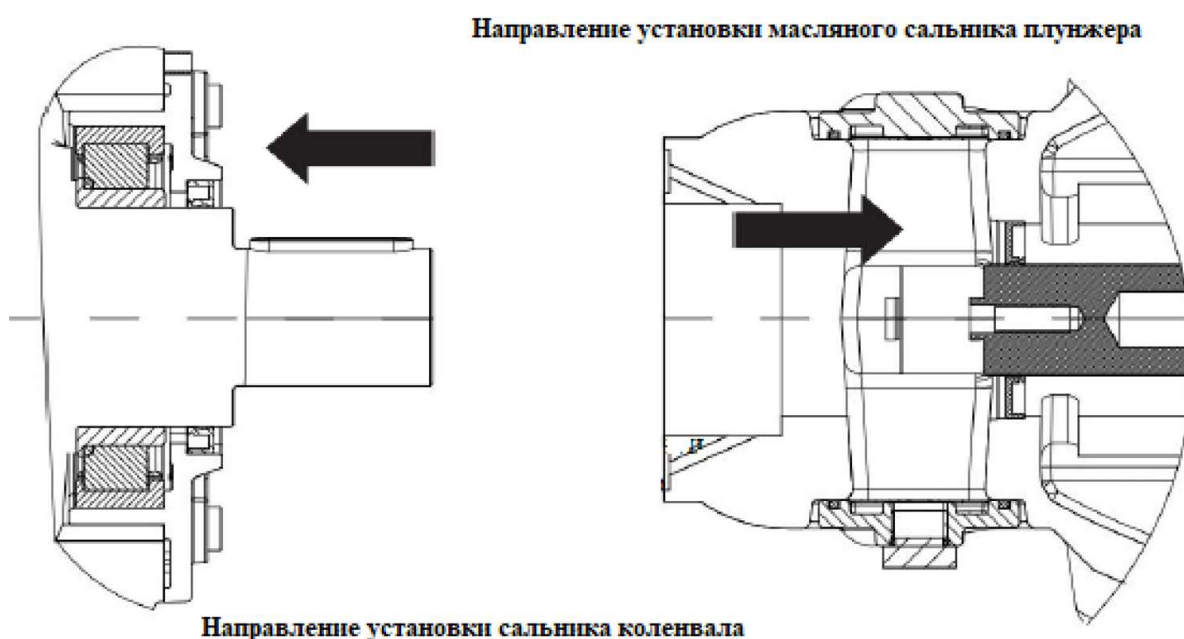

Рис. 18. Направление установки сальника коленчатого вала и масляного сальника плунжера
4. Перед установкой фланца выходного вала проверить состояние уплотнительной кромки сальника и соответствующей контактной зоны на валу. При необходимости замены нанести небольшое количество смазки на наружную обойму сальника и запрессовать его с помощью монтажного приспособления из сервисного набора или надставки (рис. 18).